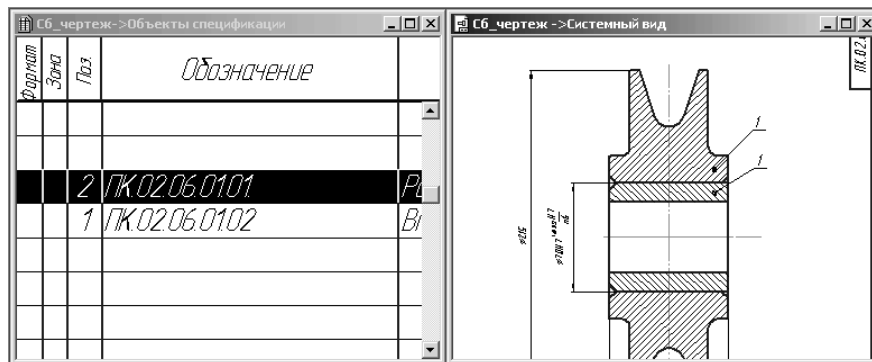

Рис. 6.120. Подчиненное окно с объектами спецификации **Втулка, Ролик** и сборочный чертеж
- щелкните в главном меню по пункту **Окно**, а затем в выпадающем меню по пункту **Мозаика вертикально**. Появятся на экране сразу два окна (рис. 6.120);